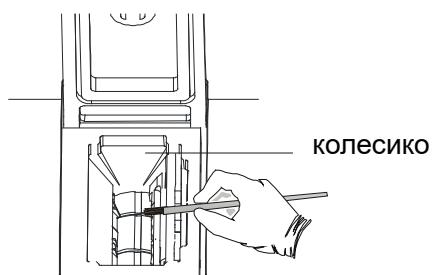

Рис. 7-3
- Очистите внутреннюю поверхность податчика щеткой, убедитесь, что колесико чистое (рис. 7-3).